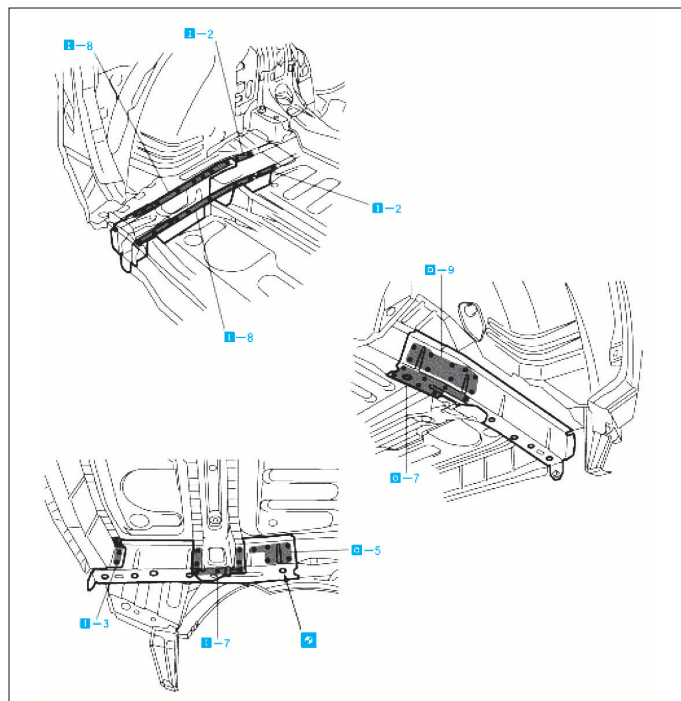

FIG. 40
- Après la soudure (Fig.40), appliquer de la mousse en polyuréthane sur les pièces correspondantes.